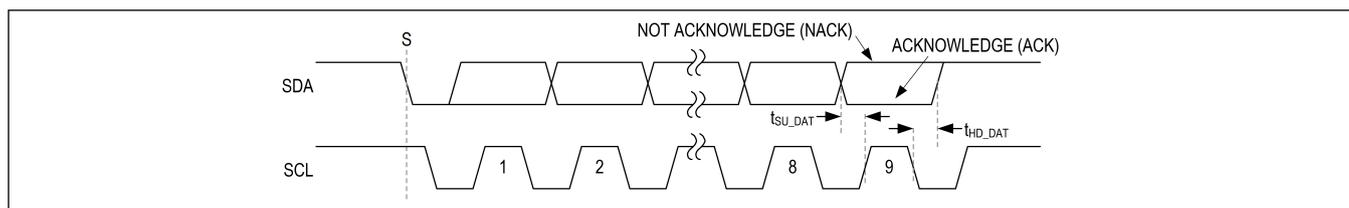

図 16. アクノレッジ・ビット
I²C バス・マスタとこのデバイスのどちらも、データを受信するとアックノレッジ・ビットを生成します。アックノレッジ・ビットは、9 ビットから成る各データ・パッケージの最後のビットです。受信側のデバイスがアックノレッジ (A) を生成するには、アックノレッジに対応したクロック・パルス (9 番目のパルス) の立上がりエッジより前に SDA をローにして、クロック・パルスがハイの間、ローを維持する必要があります。図 16 を参照してください。受信側のデバイスがノット・アックノレッジ (nA) を生成するには、アックノレッジに対応したクロック・パルスの立上がりエッジより前に SDA をハイにして、クロック・パルスがハイの間、ハイを維持する必要があります。